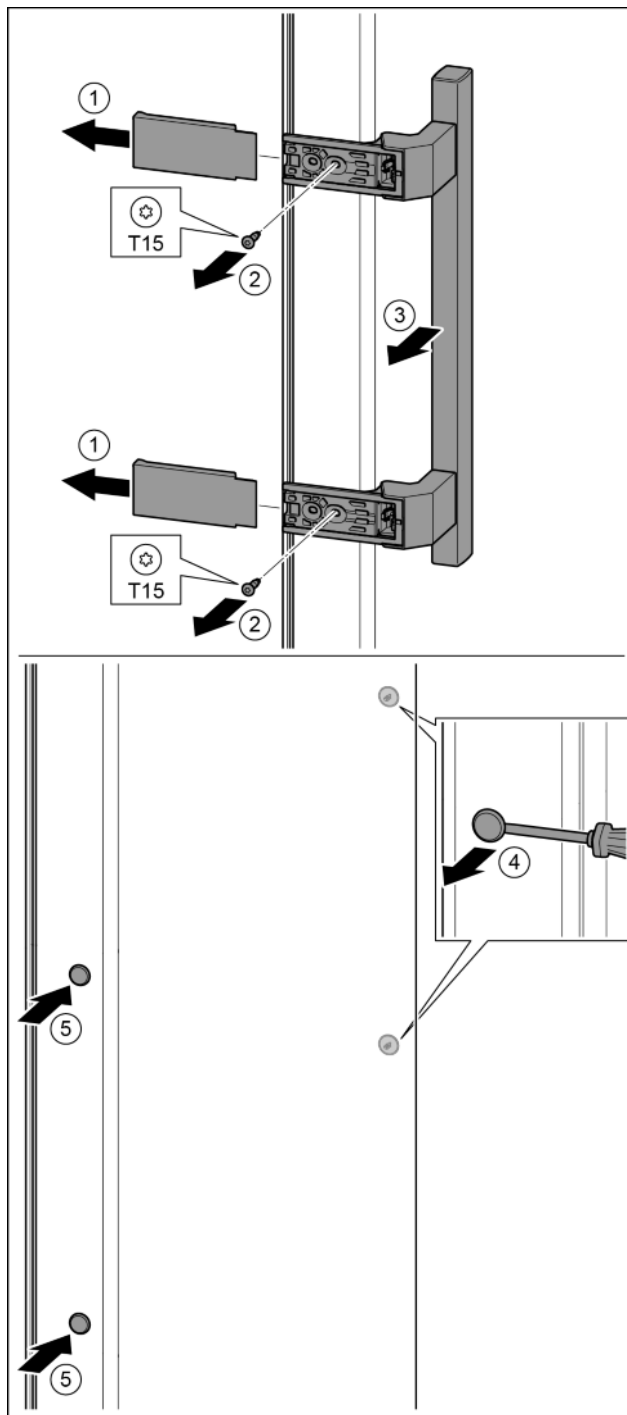

Fig. 33
- ▶ togliere la copertura. Fig. 33 (1)
- ▶ Con il cacciavite T15 svitare le viti. Fig. 33 (2)
- ▶ Togliere la maniglia. Fig. 33 (3)
- ▶ Con un cacciavite sollevare con attenzione i tappi laterali ed estrarli. Fig. 33 (4)
- ▶ Inserire nuovamente i tappi sull'altro lato. Fig. 33 (5)